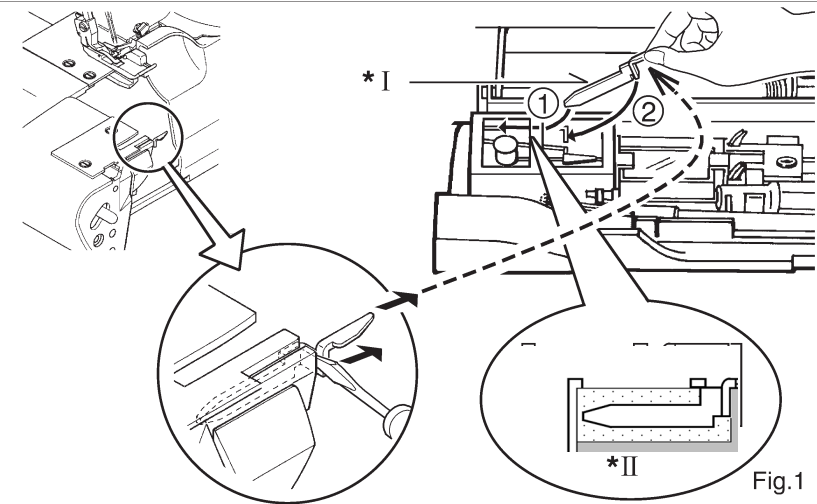

Fig.1
Sacar el convertidor como ilustrado en la Fig. 1.
- 2. Después de terminar, colocar el dedo de puntada en su lugar. Asegurarse de insertarlo profundamente como ilustrado en Fig 1.